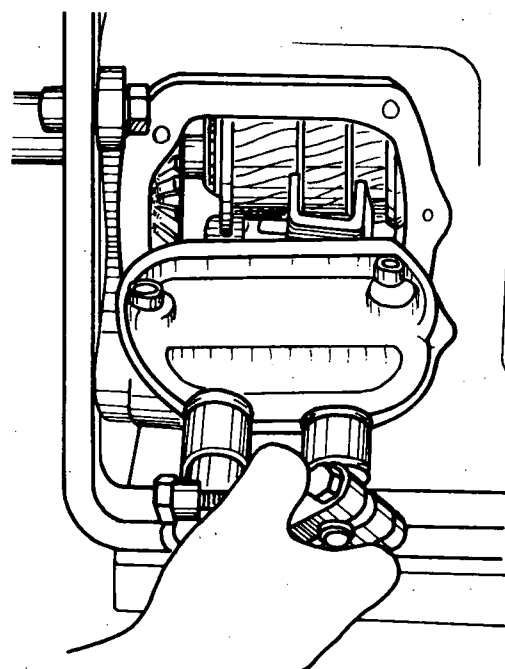

Fig. 1
- a Retire os parafusos de fixação da tampa e remova-a de sua posição (fig. 1).